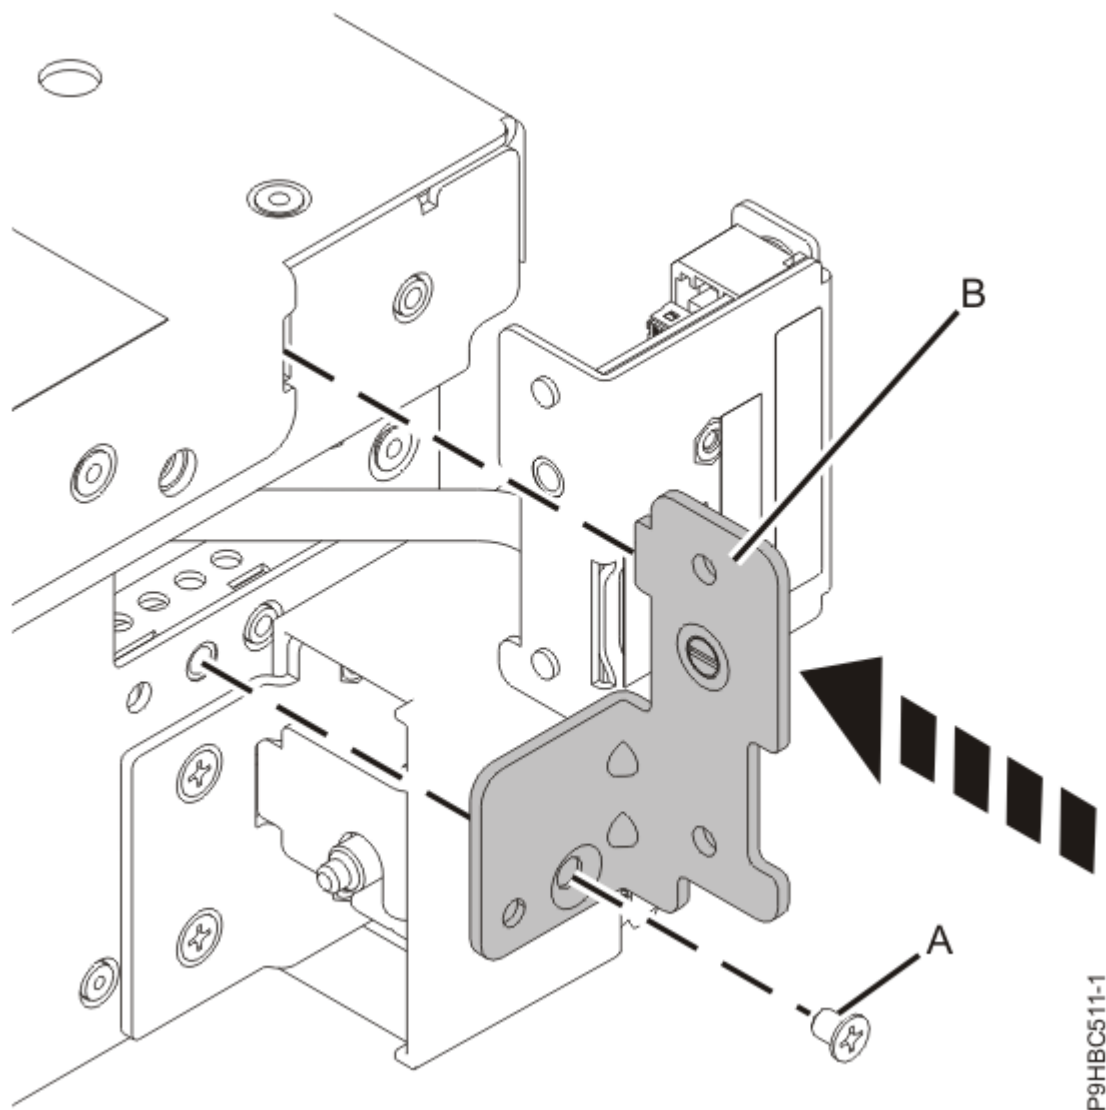

Abbildung 39. Steuerkonsolenhalterung austauschen
4. Befestigen Sie die Halterung **(B)** mit einer Schraube **(A)** an der Seite des Systems (siehe Abbildung 39 auf Seite 43).